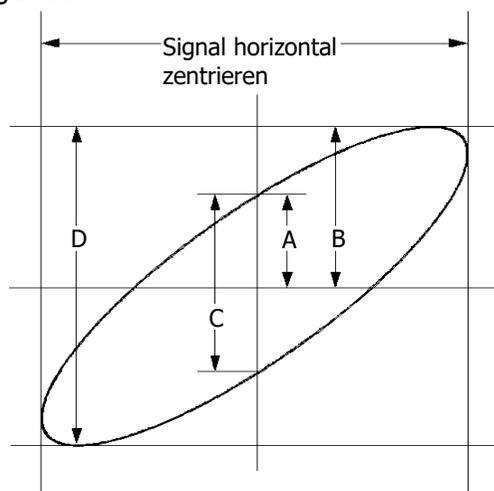

Bild 4-1 Schematische Darstellung Messung Phasenwinkelabweichung
2. Taste **AUTO** drücken, Vertikalpositionen beider Kanäle zentrieren (0). Danach Modus „XY“ aktivieren. Knopf **Horizontal**  **SCALE** drehen, korrekte Abtastrate einstellen, um eine optimale Lissajous-Figur zu besseren Messung und Bildschirmdarstellung zu erhalten.
4. Wie die obige Darstellung zeigt, sind die Abstände der Kreuzungspunkte der Achsen gleich groß (siehe Bild 4-1), $A/B(C/D)=1$. Somit entspricht die Phasenabweichung dem Winkel $\theta=\pm\arcsin 1=90^\circ$.